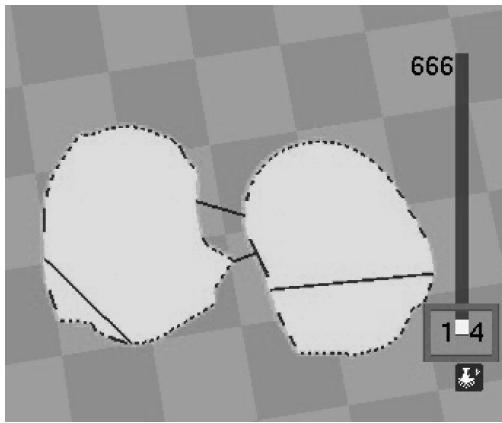

图 4-99 Raft (底盘型)
10) Platform adhesion type (附着平台类型): 有 None (无附着)、Brim (边缘型) 和 Raft (底盘型) 3 个选项, 它们的作用是增加与平台的附着面积, 减少翘曲发生。Brim (边缘型) 是指在模型第一层向周围延伸出一定长度的边缘, 模型与平台接触; Raft (底盘型) 是指机器先打印一个底盘, 然后将底盘作为平台再打印模型。两者同时打印完第 4 层的效果如图 4-99 和图 4-100 所示。